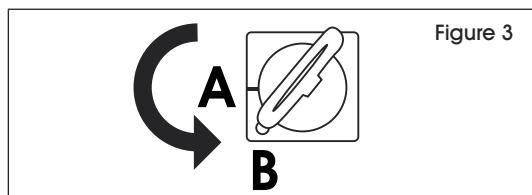

Figure 3
2. Tournez la clé dans le sens antihoraire en position B. (Voir Figure 3)